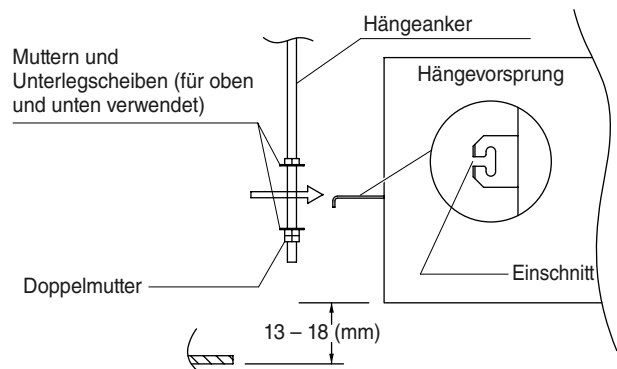

Abb. 3-48
- (3) Die drei Sechskantmutter und die beiden Unterlegscheiben (im Fachhandel erhältlich) auf jeden der vier Hängeanker schrauben, wie in Abbildung 3-48 gezeigt. Je eine Mutter und eine Unterlegscheibe für die obere Seite, und zwei Mutter und eine Unterlegscheibe für die untere Seite verwenden, damit die Einheit nicht von den Hängevorsprüngen abrutschen kann.
- (4) Die Einstellung so vornehmen, dass der Abstand zwischen der Einheit und der Deckenunterkante 13 bis 18 mm beträgt. Die Mutter an der oberen und unteren Seite des Hängevorsprungs festziehen.
- (5) Die Polyethylen-Schutzabdeckungen, die als Transportsicherung verwendet werden, von den betreffenden Teilen abnehmen.